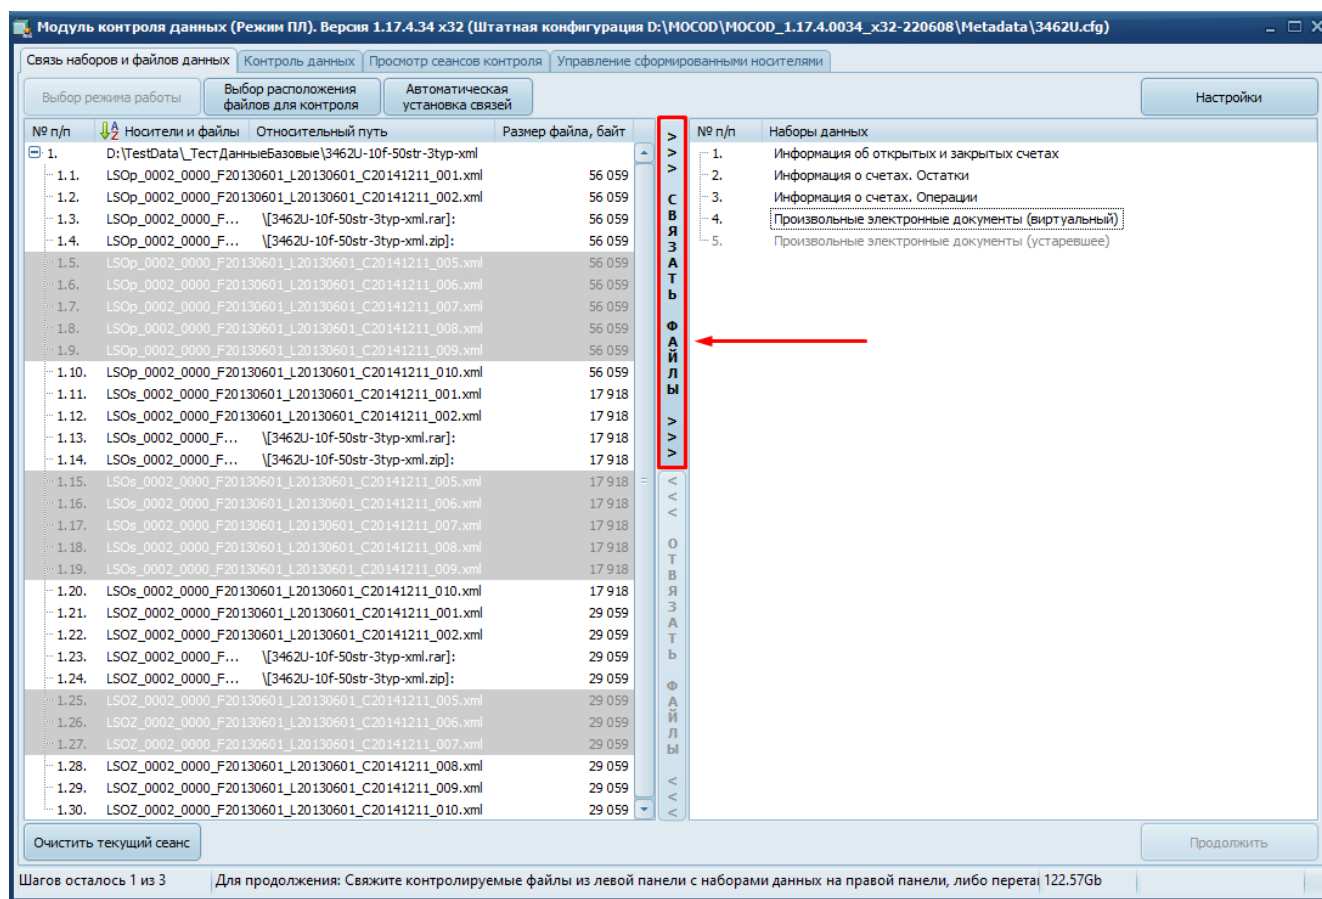

Рисунок 36 – Привязка одного/нескольких файлов к набору данных
- 3) Нажать кнопку «Связать файлы» (Рисунок 36).